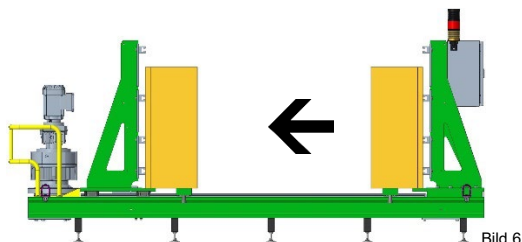

Bild 6
**Öffnen:** Vorwahl „ÖFFNEN“ (siehe Bild 6).
**Öffnen: Vorwahl „ÖFFNEN“**, um die bewegliche Aufspannplatte öffnen zu können (siehe Bild 6).